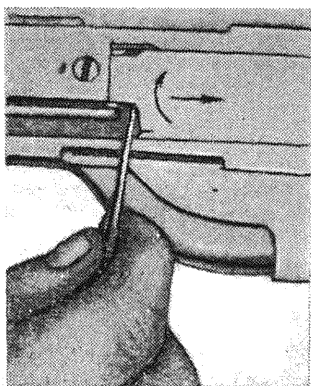

Рис. 106
2. Выколоткой приподнять передний конец крышки и отделить ее от корпуса электроспуска (рис. 106).